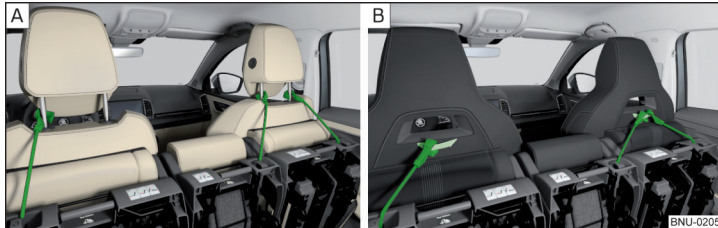

Abb. 85 Hochgeklappte Sitze verriegeln
- › Hochgeklappte Sitze mit dem Befestigungsgurt an der Führungsstange der Kopfstütze vorn verriegeln » Abb. 85 - **A**.
- › Bei Sitzen mit integrierter Kopfstütze den Gurt an der Schlaufe an der Rückseite der Sitzlehne befestigen » Abb. 85 - **B**.